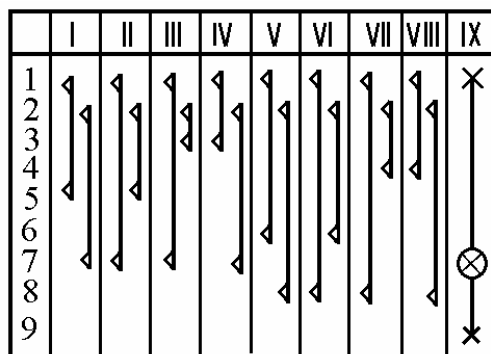

Рис. 3. Схема переключателя S50 управления зеркалами:
5.2.3. Проверить с помощью автоиндикатора на обрыв и короткое замыкание электрическую цепь: S1(15/2) – Г - F41(7) – предохранитель 15А – Б – S50(2) - в зависимости от положения выключателя S50 напряжение подается с контактов 3, 4, 5, 6, 7, 8 выключателя на выводы 1, 2, 3 колодок зеркал М24 и М25 (см. схему рис. 3).